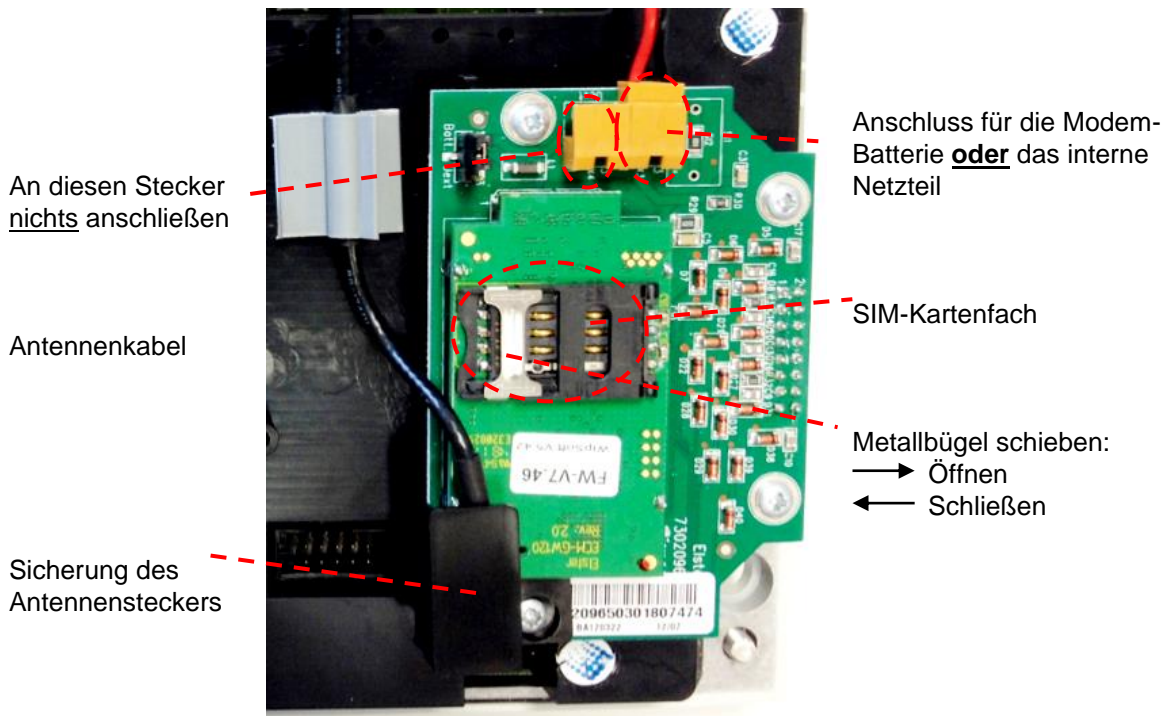

Abb. 7: Modem und SIM-Kartenfach
Die Verbindung zwischen dem internen Netzteil und dem Modem bleibt bestehen! (siehe Abb. 7)
- Bei Ausführung **ohne Netzteil**: Trennen Sie die Modem-Batterie vom Modem (siehe Abb. 7).
- Stellen Sie sicher, dass das interne Netzteil an das Modem angeschlossen ist. (siehe Abb. 7)